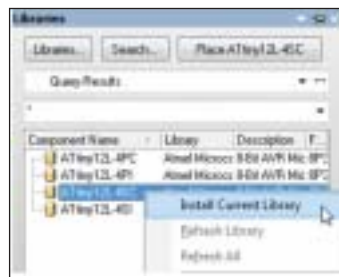

Рис. 16. Установка библиотеки *Atmel Microcontroller 8-Bit AVR.IntLib*
10. Выберите в списке найденный компонент *ATtiny12L-4SC*, вызовите контекстное меню с помощью правой кнопки мыши и выполните команду *Install Current Library* (рис. 16). В результате будет установлена библиотека *Atmel Microcontroller 8-Bit AVR.IntLib*.